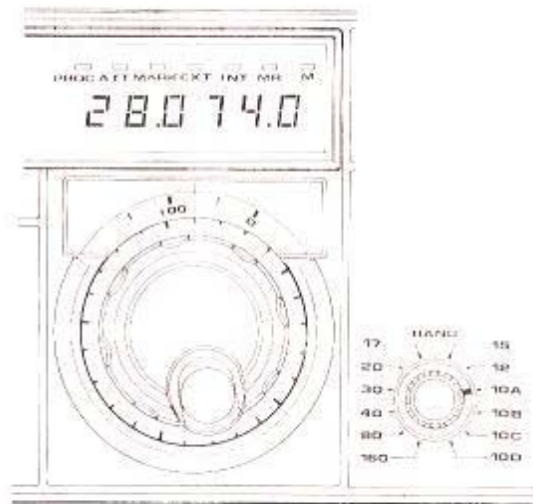

Figura 5
- 3) Gire el dial del VFO hasta el punto cercano a los 28 KHz, guiándose por el indicador digital (ver figura 5).